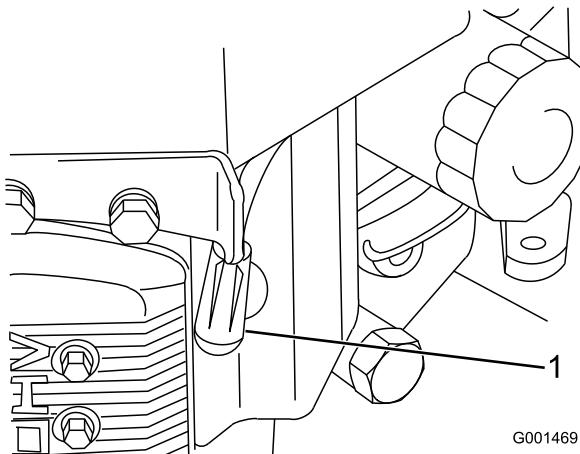

Figure 24
- Débranchez les bougies (Figure 24).